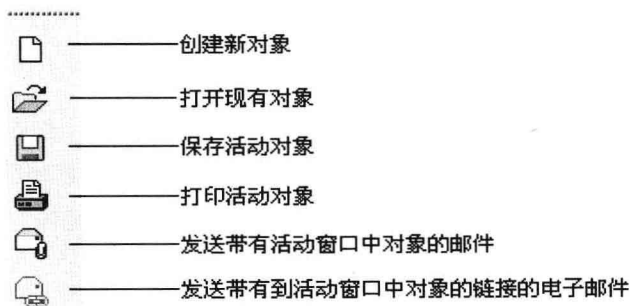

图 1-14
- “文件”工具栏:该工具栏中的功能按钮可以进行文件的新建、文件的打开、文件的关闭和文件的保存等操作,“文件”工具栏如图 1-14 所示。